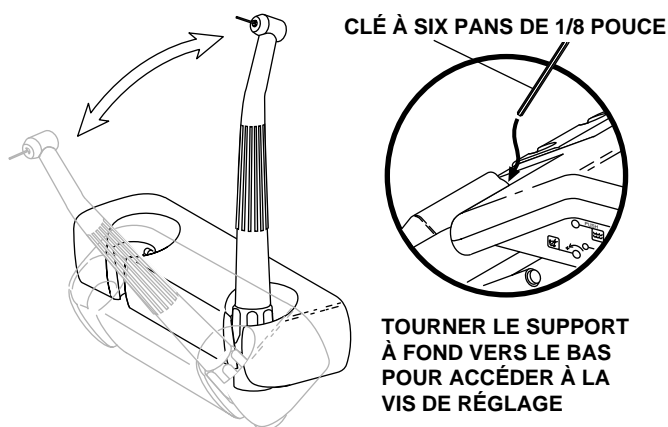

Figure 11. Support de pièces à main unitaires
- Serrer ou desserrer la vis de réglage comme montré à la figure 11.